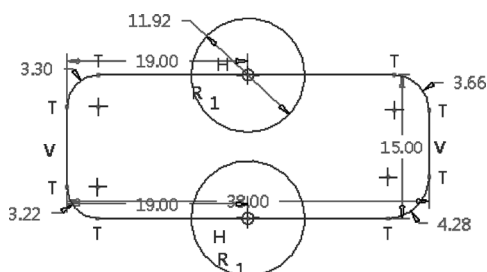

图 2-95 绘制 4 个圆角
4) 倒圆角。在“草绘”组中单击 (圆形修剪) 按钮，在图形中创建图 2-95 所示的 4 个圆角。